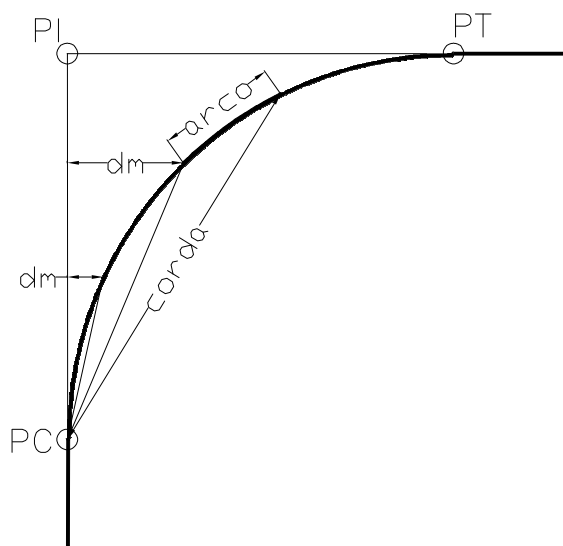

Figura 1: Esquema de locação de curva horizontal
- a) Ocupar com o instrumento selecionado o ponto de começo da curva (PC) ou ponto de término de curva (PT) ou marcar estes a partir do PI;
- b) Orientar o instrumento no ponto de intersecção das tangentes (PI), com isso fica estabelecido o lado origem dos ângulos de deflexão;
- c) Locar as cordas e/ou arcos, utilizando as deflexões e distâncias calculadas (Figura 1);